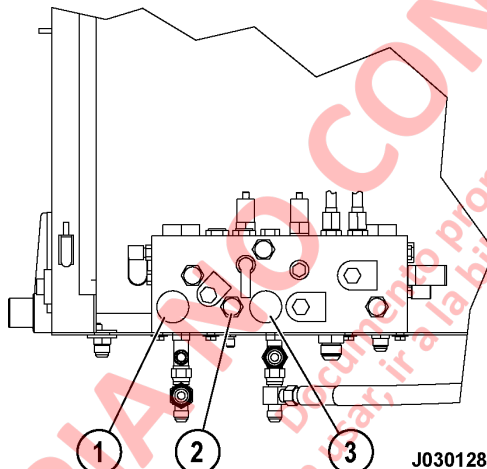

FIGURA 7-2. MÚLTIPLE DE FRENOS
2. Coloque la palanca selectora de marcha en ESTACIONAMIENTO y el interruptor de descanso en ON. Gire el interruptor de arranque a OFF para apagar el motor y espere 90 segundos para que los acumuladores del sistema de dirección se purguen. Abra las válvulas de purga (1) y (3) Figura 7-2) para purgar los acumuladores de freno.